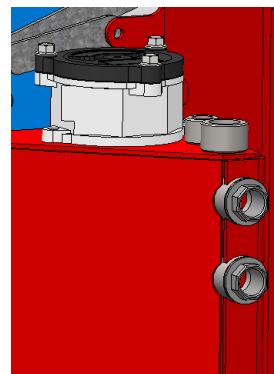

Abbildung 10
- Ölstand des Hydrauliktanks kontrollieren. Der Ölstand muss zwischen dem unteren und oberen Peilglas an der linken Maschinenseite liegen. Füllen Sie gegebenenfalls Hydro 32 nach (siehe *Abbildung 10*).